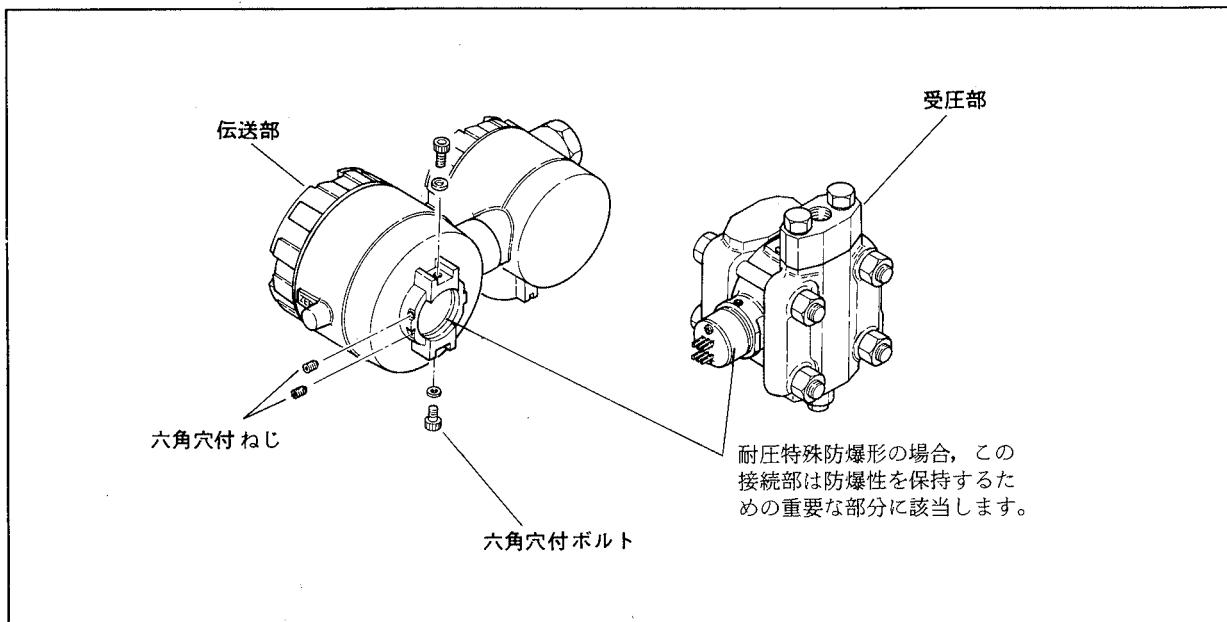

図 6.6 伝送部と受圧部の分離
2. 伝送部とカプセルアセンブリの接続部は、耐圧防爆性保持の重要な部分に該当しますので、傷などの欠陥がないことを確認してください（図 6.6 参照）。
3. 保守終了後は伝送部と受圧部を固定するための六角穴付ボルトおよびねじを確実に締付けてください（図 6.6 参照）。
- (1) 電源を切ります。
- (2) ゲートバルブを閉じます。
- (3) ドレン（ベント）スクリューを開けます。その際、ドレンはプラグの軸方向に排出されるので液、蒸気等が身体に飛散しないように注意してください。
- (4) 6.5.2 項を参照してアンプユニットを取りはずします。
- (5) 伝送部と受圧部を固定している 2 本の六角穴付ボルトをはずします。同時に 2 本の六角穴付ねじを 1 回転ほどゆるめます（図 6.6 参照）。
- (6) 伝送部と受圧部を分離します。
- (7) 受圧部が取付用ブラケットで 50 A (2 B) パイプに取付けられている場合は、高圧側の取付用ボルトをはずします。